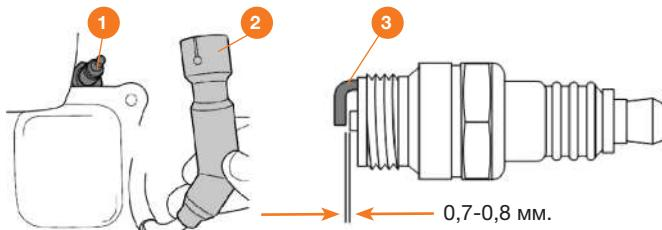

Рис. 14
2. Выверните свечу зажигания ① при помощи свечного ключа.
3. Проверьте свечу зажигания, замените, если она повреждена, если уплотнительная шайба в плохом состоянии или изношен электрод ③.
6. Плотно установите высоковольтный колпачок **2** на свечу зажигания **1** (Рис. 14).